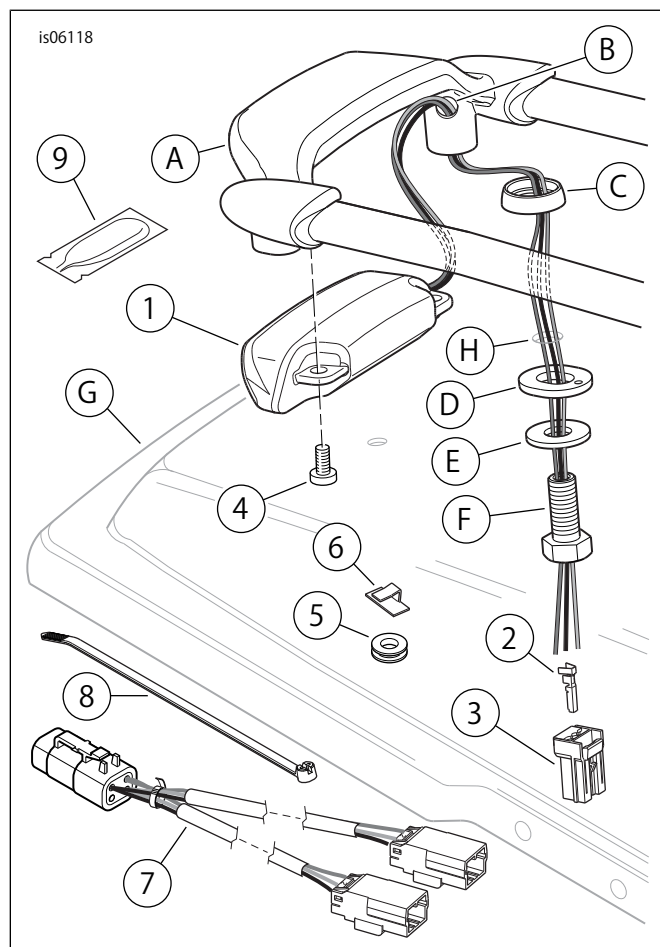

図3. 交換用パーツ、エアウィングサドルバッグリッドレールライトキット
「図3」および「表1」を参照してください。
2. すべての取り付け:「図3」を参照してください。キットからサドルバッグレールライトアッセンブリー(1)を用意します。
2. 「図3」を参照してください。キットからソケットターミナル (2) 6個とソケットハウジング (3) 2個を取り出します。サービスマニュアルを参照し、その指示に従って、ターミナルをサドルバッグレールライトワイヤーにクリンプします。